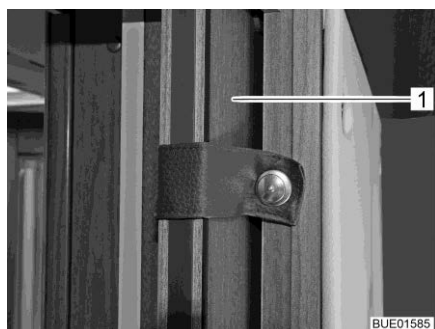
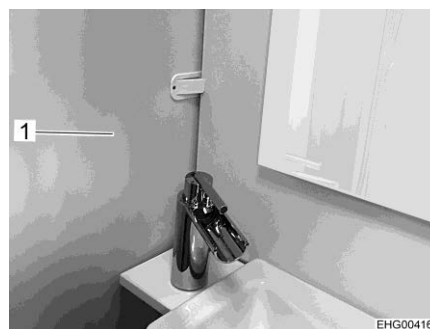

Bild 15 Skjutdörr
Bild 16 Duschvägg
- Lås dörrar (Bild 15,1) och sätt fast skiljeväggar (Bild 16,1) med de befintliga låsen eller fästansordningarna.